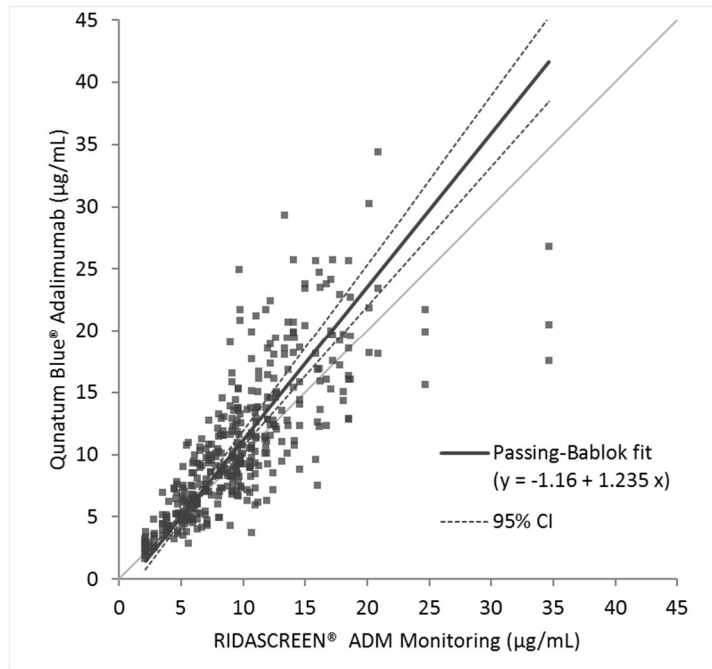

Figure 2
La comparaison de méthodes a été déterminée selon la ligne directrice CLSI EP09-A3. Cent trente (130) échantillons cliniques et artificiellement modifiés (3,1 % du total) ont été mesurés trois fois conformément aux instructions d'utilisation au moyen du test Quantum Blue® Adalimumab, ce qui a permis de constituer 390 valeurs, et au moyen d'un test ELISA de l'adalimumab disponible dans le commerce (réf. 7). Les mesures ont été réalisées sur quatre jours avec deux lots de cassettes test de Quantum Blue® Adalimumab. Les données de corrélation sont illustrées sur la figure 2.